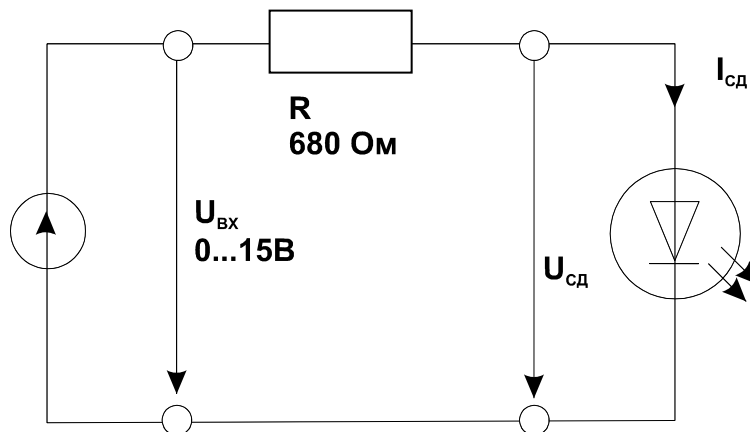

Рис. 3.1.3
- Соберите цепь согласно схеме (рис. 3.1.3) и изменяйте входное напряжение последовательными шагами, как указано в табл. 3.1.1. Измерьте прямое напряжение  $U_{сд}$  и ток  $I_{сд}$  светодиода с помощью мультиметра и установите светоизлучение (отсутствует, слабое, среднее, сильное). Занесите данные в таблицу.